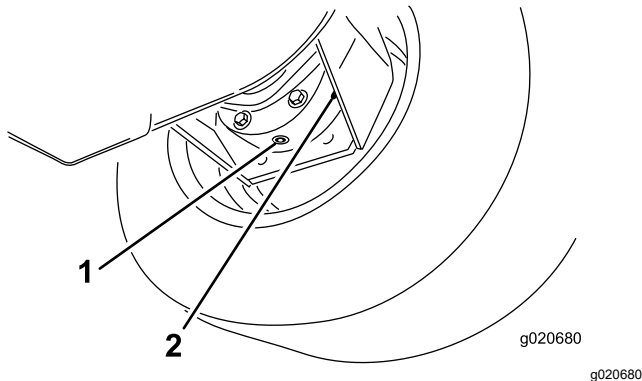

Bild 67
3. Stellen Sie eine Auffangwanne unter das Bremsgehäuse, entfernen Sie die Ablassschraube und lassen das Öl ablaufen (Bild 67).